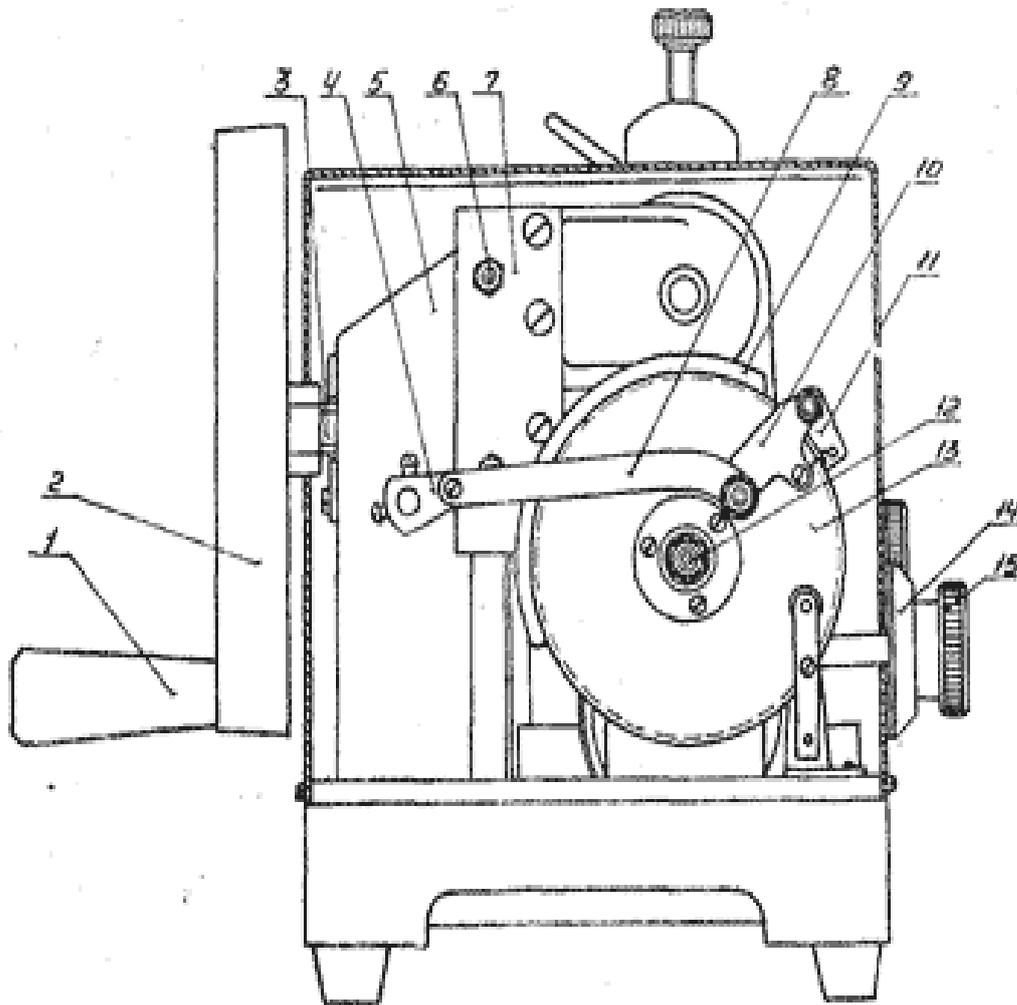
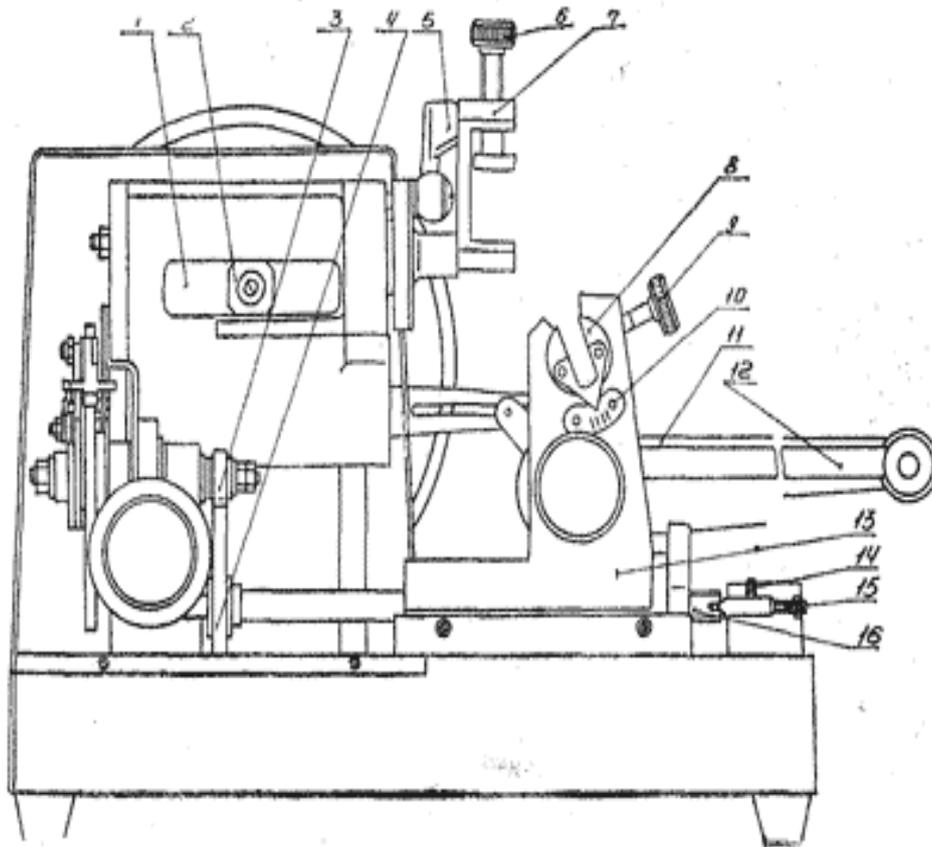
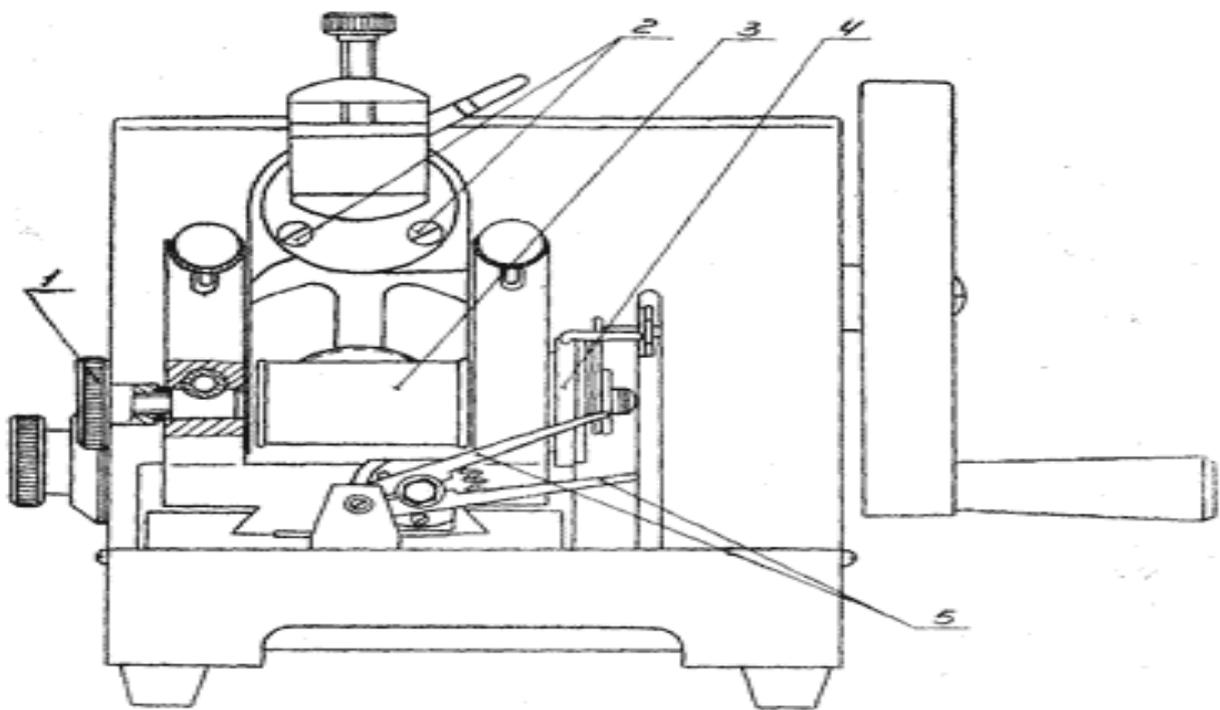
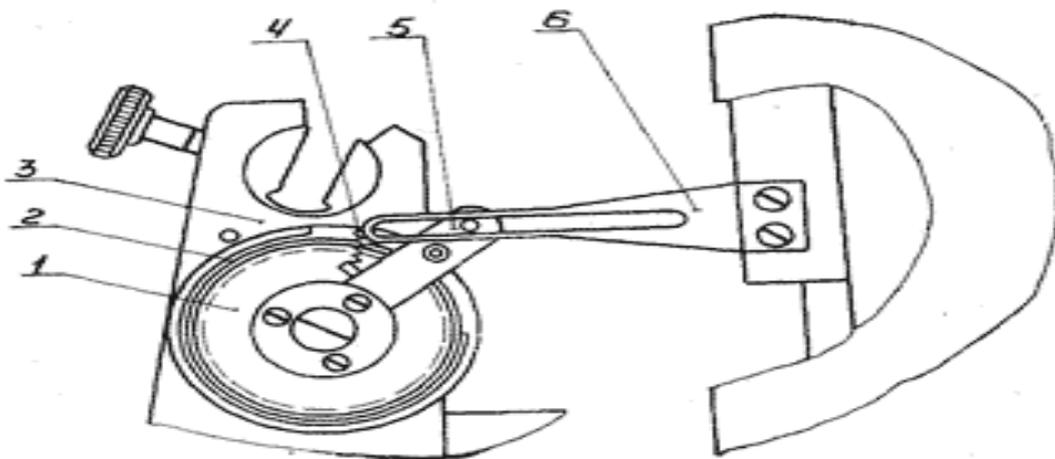

Рис. 1. Вид микротомы со стороны механизма автоматической подачи.
Рис. 2. Вид микротомы сбоку.
Рис. 3. Вид микротомы спереди.
Рис. 4. Механизм автоматической подачи транспортной ленты.
4.2.1. Der Antriebsmechanismus besteht aus einem Schwungrad 2 (Bild 1) mit Griff 1, Karosserie 5, Schlitten 7. Das Schwungrad sitzt auf einer Kurbel 3, die mit Hilfe der Buchse 2 (Bild 2) in die horizontale Nut 1 des Schlittens eintritt. Auf der Kurbel 3 (Abb. 1) ist ein Schräg Zahnrad gepflanzt und auf der Achse der Leine 4 - das Ritzel. Der Träger 6 ist auf dem Schlitten 7 (Fig. 4) und dem Objekthalter befestigt.
Der Mechanismus der automatischen Zuführung des Förderbandes und des Objektträgers wird wie folgt durchgeführt: Wenn das Schwungrad gedreht wird, überträgt das Zahnrad durch das Ritzel die Drehung der Leine 4 (Fig. 1), die den automatischen Zuführmechanismus betätigt, während sich der Schlitten 7 entlang der Führungen des Körpers 5 nach oben und nach unten bewegt durch den Träger 6 (Fig. 4) eine Bewegung auf den Mechanismus des Förderbandes überträgt. Der Objekthalter, der starr am Wagen befestigt ist, bewegt sich mit ihm nach oben und unten.
4.2.2. Der automatische Zuführmechanismus besteht aus einem an der Welle 12 angebrachten Sperrrad 13 (Fig. 1), einem Hebel 10 mit einer Klinke 11. Ein Achsgetriebe 3 ist auf der Achse 12 (Fig. 2) angebracht, die durch das Ritzel 4 die Drehung auf die Mikroschraube 16 überträgt. Die Mikroschraube 16 befindet sich in zwei Stützen, von denen eine durch die Schraube 15 verstellt und mit einem Schraubenbolzen 14 verschraubt ist. Der Schenkel 14 (Fig. 1) dient zur Einstellung der erforderlichen Dicke des Schnittes. Die Achse des Schenkels ist mit dem Nocken 9 durch ein Zahnradpaar verbunden, das die Anzahl der Zähne bestimmt, die von dem Hund 11 erfaßt werden. Der Schenkel hat 50 Teilungen. Der Teilungspreis beträgt $1\ \mu\text{m}$.
Das Sperrrad über ein Paar Zahnräder 3 und 4 (Fig. 2) überträgt die Drehung auf die Mikroschraube 16, die mit den Halbmuttern 5 (Fig. 3) verbunden ist, was zu einer automatischen Zuführung des Messerhalters führt. Die Vorschubgeschwindigkeit wird durch die Extremität eingestellt, indem die entsprechende Markierung auf dem Glied mit einem Zeiger (Pfeil) am Körper ausgerichtet wird.
4.2.3. Der Messerhalter ist eine Basis 13 (Fig. 2), deren Pfosten Löcher für das Einsetzen der Einsätze 8 haben, wo das Messer installiert und mit einer Klemmschraube 9 befestigt ist.
Auf der Basis des Messerhalters sind zwei Halbmuttern 5 befestigt (Bild 3), die mit der Mikroschraube in Eingriff stehen. Um den Messerhalter schnell zu führen und zu bringen, werden die Halbmuttern abnehmbar gemacht.